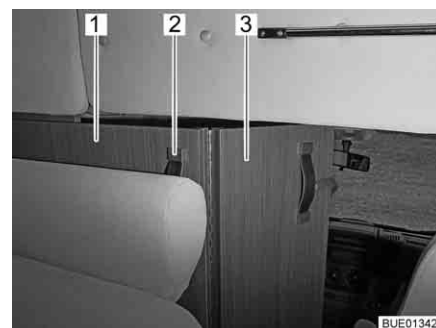

Bild 51 Skiljeplatta till förarhytt
- Ta tag i hållbandet (Bild 51,2) på skiljeplattan till förarhytten (Bild 51,1) och dra inåt tills kanten på skiljeplattan till förarhytten är ungefär i höjd med sittbänkens ryggstöd (Bild 51).
- Fäll ut den fällbara delen av skiljeplattan till förarhytten (Bild 51,3) mellan sätena i förarhytten.